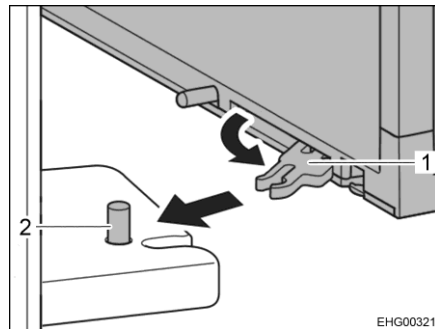

Bild 93 Lås till kylskåpsdörr
- Fäll ut distansdelarna (Bild 93,1) på insidan av kylskåpsdörren upptill och nedtill och dra dem framåt.
- Låt vardera distansdel haka fast i bulten (Bild 93,2).